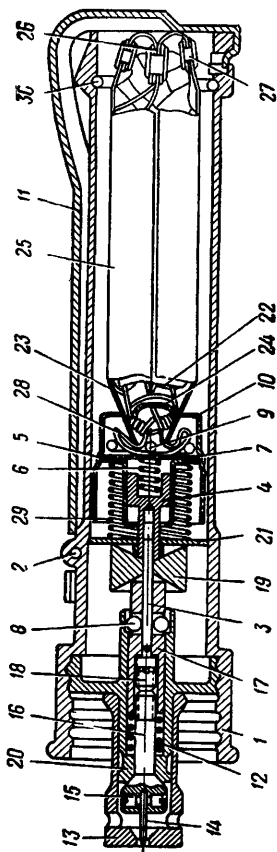

Рис. 6. Рукоятка (в разрезе):
14. **Рукоятка** (рис. 6) служит для удобства метания гранаты. Она состоит из корпуса, ударного механизма, трех предохранителей и стабилизатора.
Стабилизатор (см. рис. 6) служит для придания направления полету гранаты дном к цели. Он состоит из матерчатого конуса, проволочных перьев, кольца и лодочек.